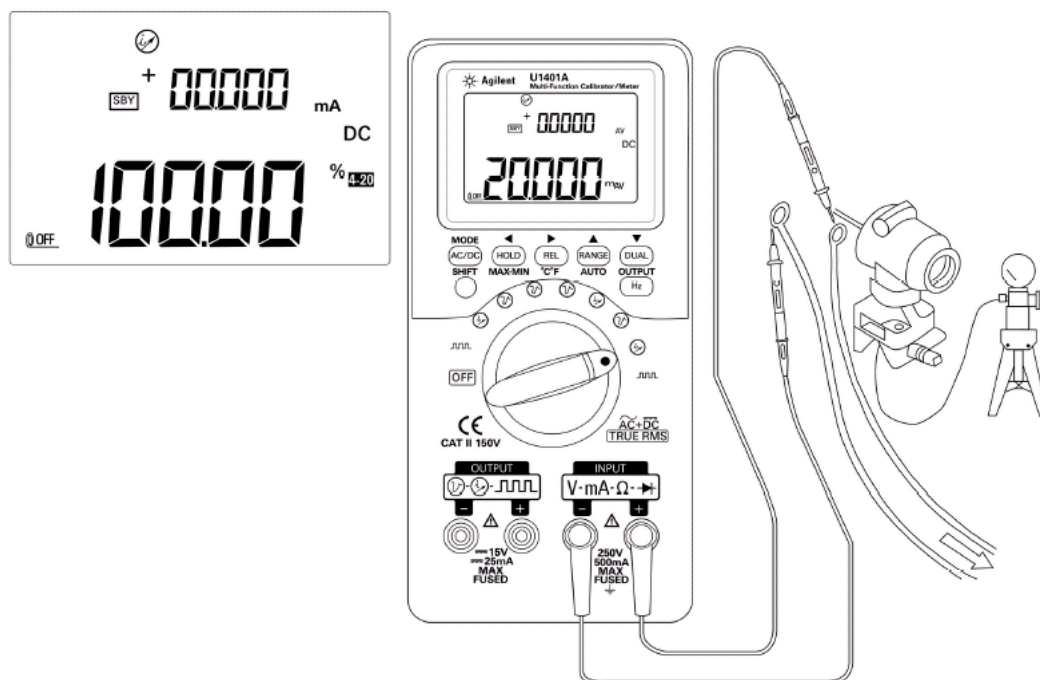

Рис. 3-3 Измерение постоянного тока
2. Нажмите кнопку AC/DC , чтобы выбрать измерение постоянного (DC) тока.
4. Присоедините наконечники измерительных проводов в разрыв цепи протекания тока и смотрите результат измерения на дисплее (см. рис. 3-3).
5. Присоедините наконечники измерительных проводов в разрыв цепи протекания тока и смотрите результат измерения на дисплее. Слева сверху на рис. 3-3 показана индикация процентного значения тока, соответствующего току 20 mA в диапазоне $4 \div 20 \text{ mA}$.